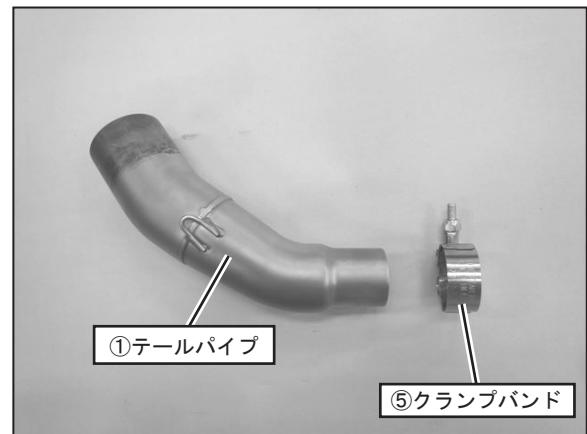

FIG. 1
- ①テールパイプに、⑤クランプバンドを取り付けて下さい。 (FIG. 1 参照)